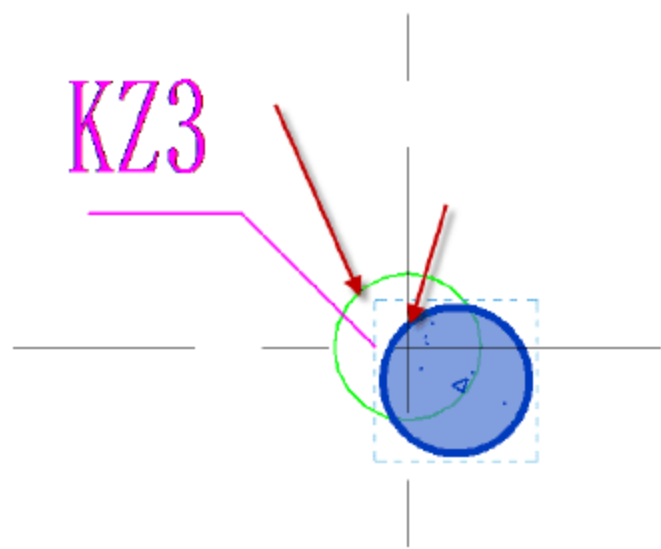

图 4.1.29 调整圆形柱的位置
(5) 调整混凝土圆形柱的位置，按快捷键 M+V，移动混凝土圆形框架柱的位置，使其与 CAD 图的位置对齐，如图 4.1.29 所示。
(6) 使用复制平移的方式绘制其余的混凝土圆形框架柱，选中圆形框架柱，按快捷键 C+O，平移到其余圆形柱的位置，如 4.1.30 所示。